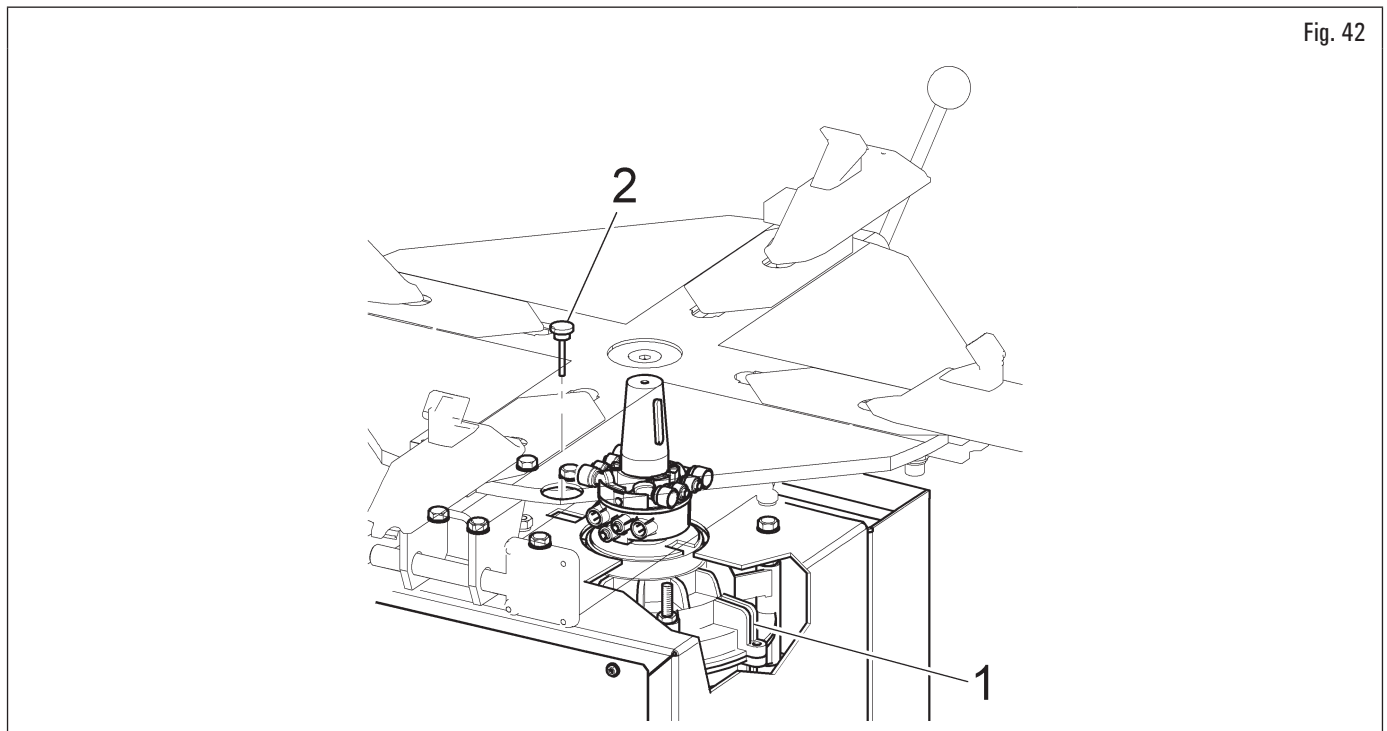

Fig. 42
- Periodicamente (almeno ogni 100 ore di lavoro) controllare il livello del lubrificante nel riduttore (Fig. 42 rif. 1) rimuovendo il tappo (Fig. 42 rif. 2) tramite l'apposito foro predisposto sul telaio.